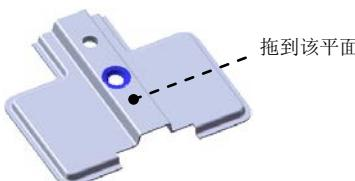

图 16.6.46 成形特征 3
Step6. 创建图 16.6.46 所示的成形特征 3。
(1) 单击任务窗格中的“设计库”按钮 ，打开“设计库”对话框。
(2) 单击“设计库”对话框中的 ch16 节点，在设计库下部的列表框中选择“hinge_shaped_tool_05”文件并拖动到图 16.6.46 所示的平面，在弹出的“成形工具特征”对话框中单击 按钮。